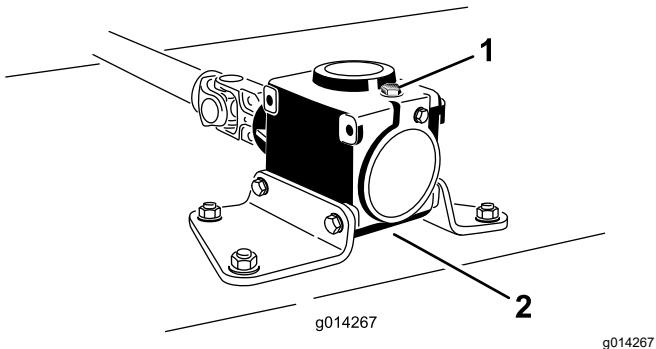

Figure 24
- Retirez le bouchon de remplissage-jauge au sommet du boîtier d'engrenages (Figure 24) et vérifiez que le niveau de lubrifiant se situe entre les repères sur la jauge.
6. Retirez la jauge-bouchon de remplissage au sommet du boîtier d'engrenages (Figure 24).